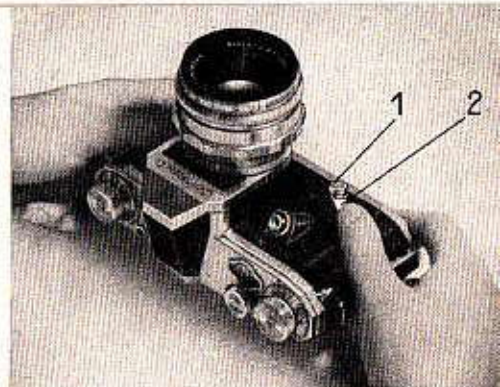

Abb. 5
Das eingebaute Vorlaufwerk löst den Verschuß automatisch aus. Es wird gespannt, indem der Hebel (2) durch Drehung nach links bis zum Anschlag gedrückt wird (Abb. 5). Der Verschuß kann hierbei vor oder nach dem Spannen des Vorlaufwerkes in der bekannten Art und Weise eingestellt und aufgezogen werden. Das Vorlaufwerk wird an dem Rändelknopf (1) durch Drehung nach rechts ausgelöst. Hierbei wird der Auslöseknopf (3) nicht betätigt. Ist das Vorlaufwerk ausgelöst, bewegt sich der Hebel (2) langsam nach oben. Nach zirka 11 Sek. erfolgt die automatische Auslösung des Verschlusses.